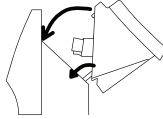

Рис. 4
2. Вставьте разъем электроподключения («папа») на блоке управления в соответствующий разъем («мама») на конвекторе. Обратите внимание, что он может быть вставлен только в одном положении, когда специальная защелка находится справа. Убедитесь, что соединение надежно и разъем блока управления полностью закреплён в конвекторе. Если разъем вставлен до конца, то должен раздаться щелчок (рис. 4).